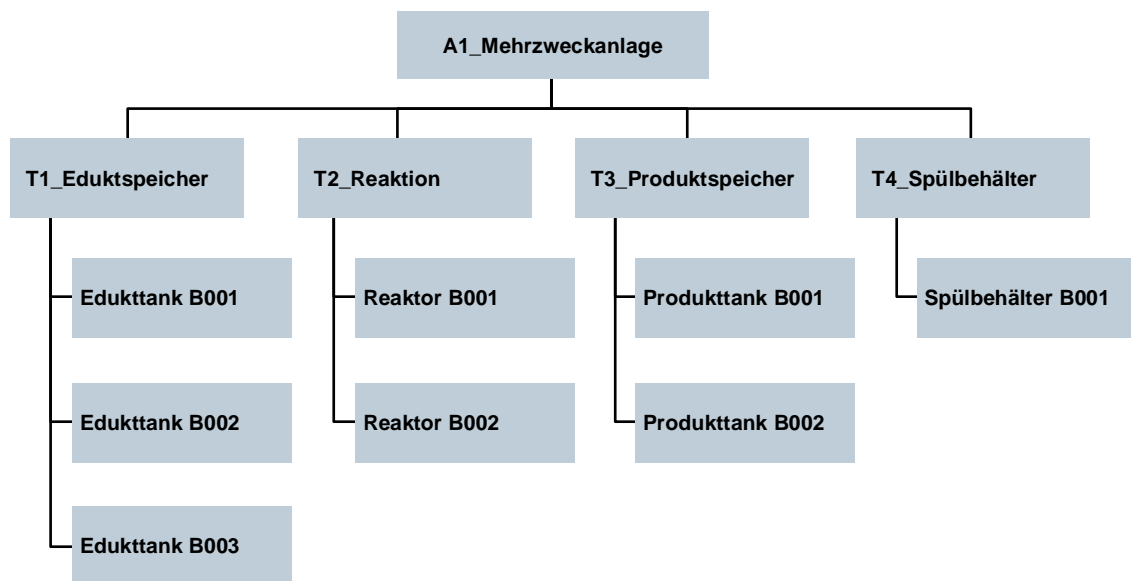

Abbildung 5: Diagramm der kompletten Technologischen Hierarchie
1. Implementieren Sie die komplette Technologische Hierarchie der Mehrzweckanlage entsprechend der nachfolgenden Abbildung 5.